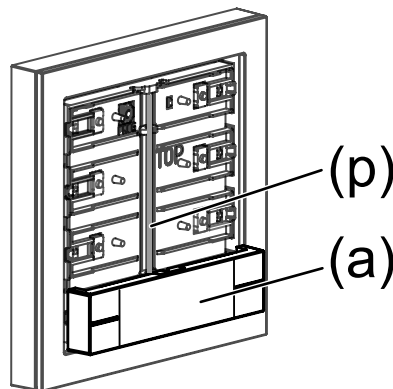

Bild 6: Bedienwippe gerade anlegen
- Bedienwippe (a) gerade anlegen (siehe Bild 6).